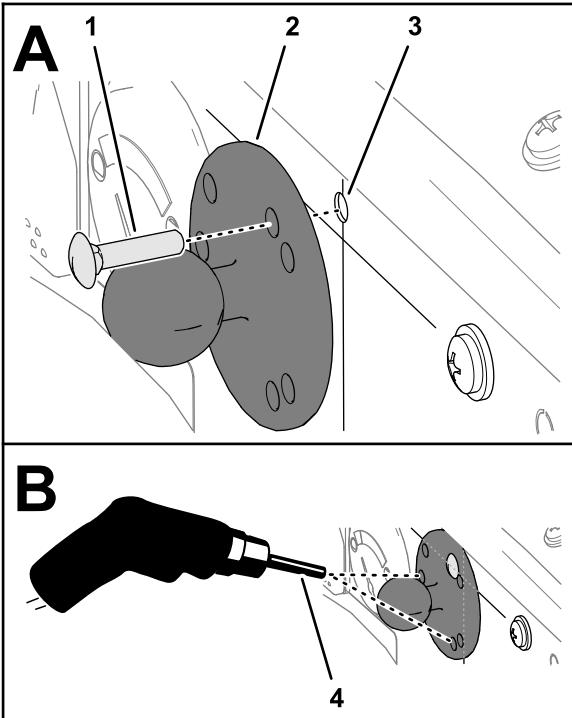

Figure 26
3. Alignez le trou du support à rotule sur le trou de la planche de bord et insérez un boulon de carrosserie (n° 10 x  $\frac{7}{8}$ "), comme montré à la Figure 26.
4. Alignez le trou du support à rotule sur le trait vertical et servez-vous du support à rotule comme gabarit pour percer un trou de 4 mm dans la planche de bord (Figure 26).
6. Servez-vous du support à rotule comme gabarit pour percer un trou de 4 mm dans la planche de bord (Figure 26).